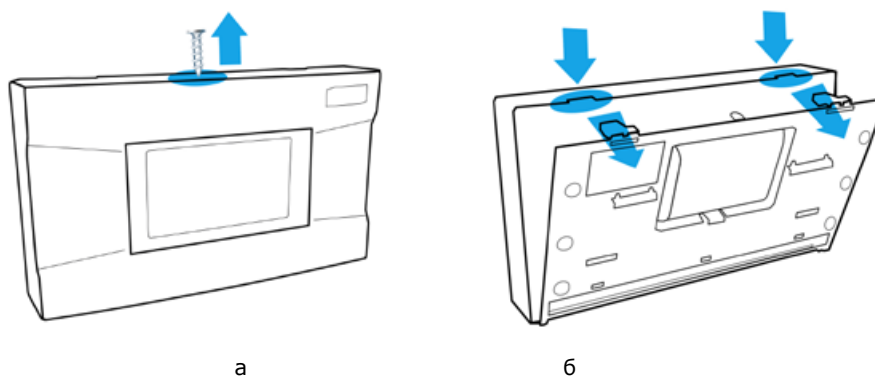

Рис. 5.10. Снятие крышки контроллера
2. Снимите крышку контроллера. Для этого сначала выкрутите винт (рис. 5.10 а), а затем нажмите на защелки и отсоедините крышку от основания (рис. 5.10 б).